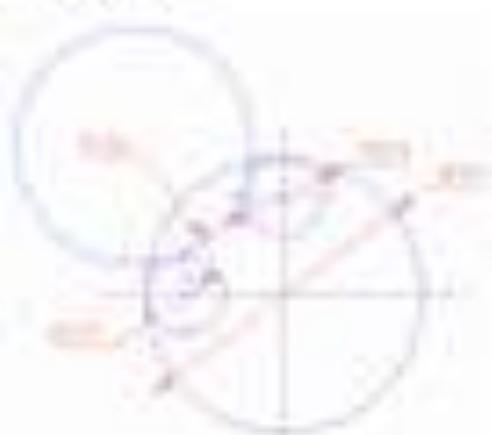
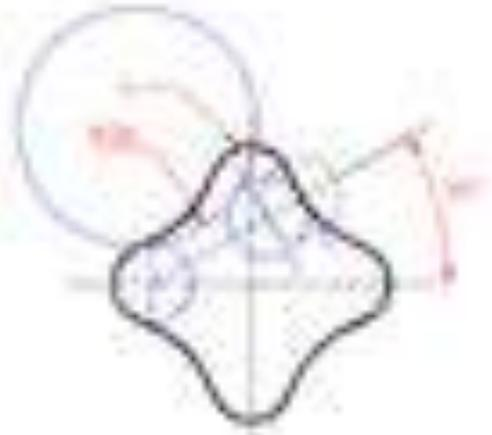
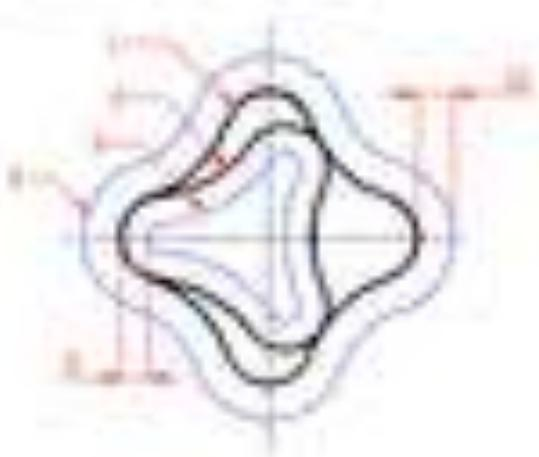
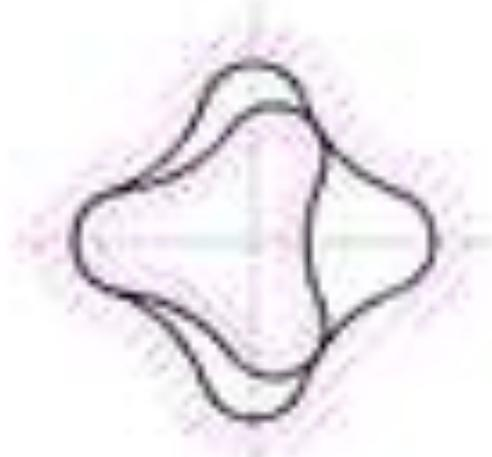

Рис. 2
Рис. 3
Рис. 4
Рис. 5
14. Самостоятельно выполните построения согласно чертежам на рис. 2, рис. 3, рис. 4 и рис. 5.
14.1. Автоматическая настройка, показанная на рис. 2 и рис. 3 позволяет получить для построения эллипсов дуги окружностей дугами заданного радиуса. Иллюстрирует автоматическая настройка на рис. 2 для построения фигуры 1 (см. рис. 3-4), а на рис. 3 для построения фигуры 2 (см. рис. 4).
14.2. Фигура 1 на рис. 4 получена при помощи команды КОМПЬЮТЕР. Для рисования автоматическими настройками использовались команды КОМПЬЮТЕР и *Рабочие* «КРУГ». Для ввода данных работы. Для автоматической настройки фигуры 2 использовалась команда ПРКАВО.
14.3. Для построения фигур 3, 4, показанных на рис. 4 используются команды СМШИПНИ
14.4. Штриховку на рис. 5 наносится после завершения с помощью рабочей 85, в которой подобрано сочетание параметров автоматической настройки.